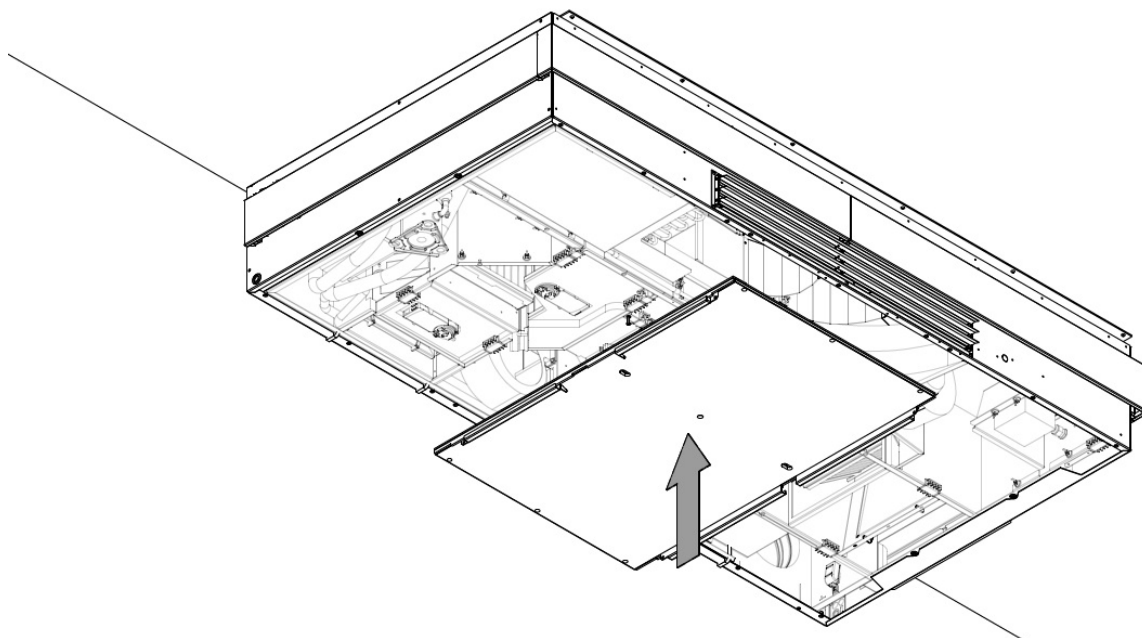
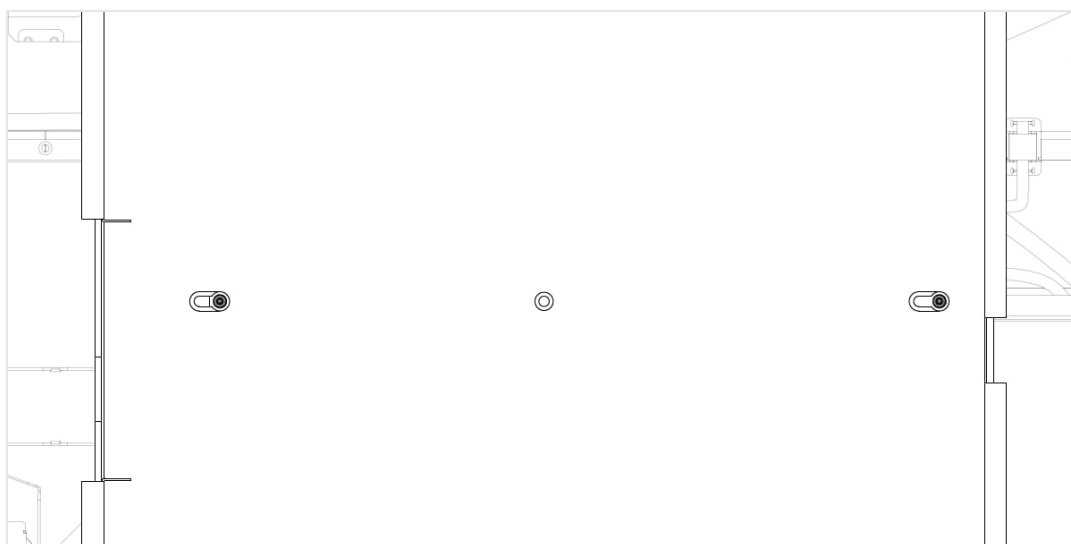

Figur 29: Skru to lange bolte i midterrammen
Figur 30: Detaljebillede, midterrammen med bolte monteret
1. Skru to af de lange bolte i midterrammen, se Figur 29 og Figur 30 nedenfor. Bemærk, at du skal efterlade mindst 10 mm mellem rammen og bolthovedet, for at nøglehullet på stålpladen kan fungere korrekt.